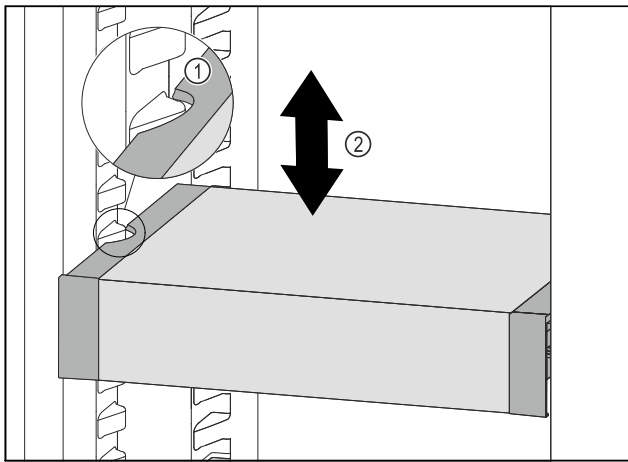

Fig. 98
- ▶ Потягнути VarioSafe вперед, поки бокові заглиблення VarioSafe не опиняться на рівні ребра для резервуара в охолоджувальному відділенні. Fig. 98 (1)
- ▶ Пересувайте VarioSafe вгору або вниз в охолоджувальному відділенні до тих пір, поки не досягнете бажаної висоти. Fig. 98 (2)